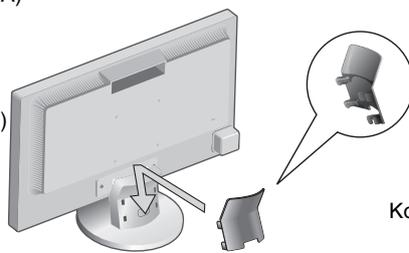

Abbildung C.1
4. Stecken Sie ein Ende des Netzkabels in den Monitor und das andere Ende in die Steckdose. Führen Sie das Videosignalkabel und das Netzkabel durch den Kabelhalter (**Abbildung C.1**).